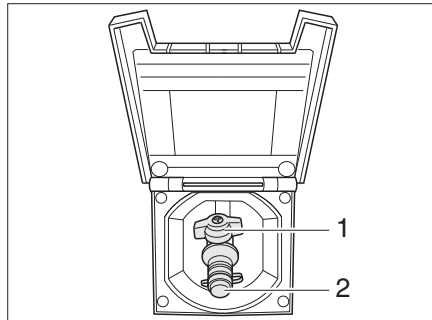

Fig. 79 Toma exterior de gas, válvula de paso de gas cerrada
La toma externa de gas (Fig. 79) está, en función del modelo, en la parte trasera o en el lado izquierdo o derecho del vehículo.
- Conectar el aparato de gas externo en el punto de conexión (Fig. 79,2).
- Abrir la válvula de paso de gas (Fig. 79,1).